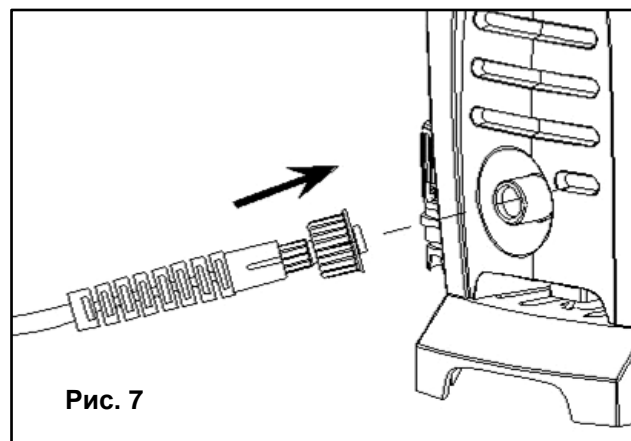

Рис. 7
- Подключите шланг высокого давления к штуцеру подачи воды на корпусе мойки. (См. Рис.7)